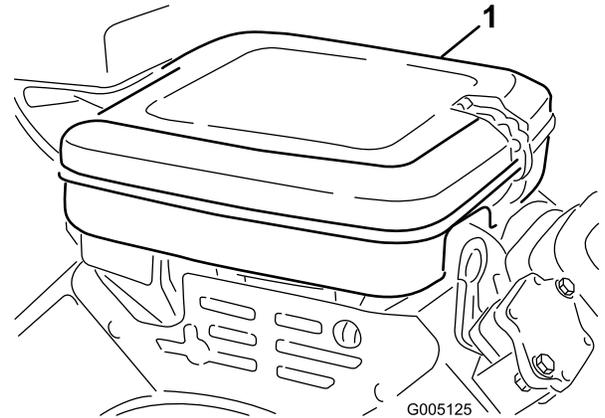

Bild 45
1. Reinigen Sie die Abdeckung gründlich (Bild 45).